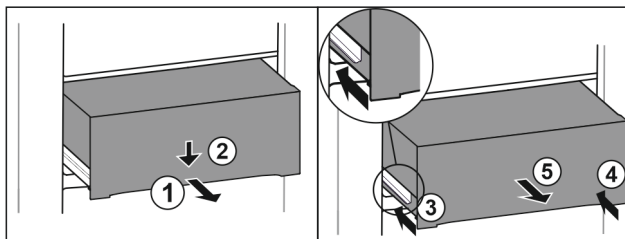

Fig. 71
- ▶ Zásuvku napůl vytáhněte. Fig. 71 (1)
- ▶ Stlačte zásuvku na přední straně dolů. Fig. 71 (2)
- ▶ Zasuňte levou kolejničku přibližně do 2 cm. Fig. 71 (3)
- ▶ Zasuňte pravou kolejničku přibližně do 2 cm. Fig. 71 (4)
- ▶ Vyjměte zásuvku dopředu. Fig. 71 (5)